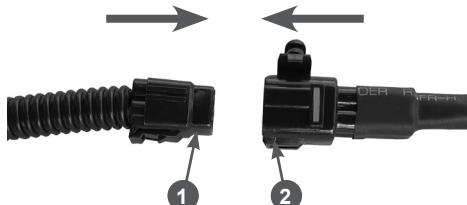

**Рис. 22 Установка оболочки троса управления дефлектором жёлоба**
- скрутите крайнюю гайку 2 с регулировочной муфтой 3 троса и позвольте ей свободно болтаться на тросе (Рис. 22);
- одной рукой максимально наклоните дефлектор жёлоба вперёд, а второй рукой проденьте трос через прорезь в кронштейне 1, после чего вставьте регулировочную муфту троса в отверстие в кронштейне 1 (Рис. 22). Гайки крепления оболочки троса после этого должны оказаться по разные стороны кронштейна, как показано на Рис. 22. Закрутите гайки, не затягивая их;